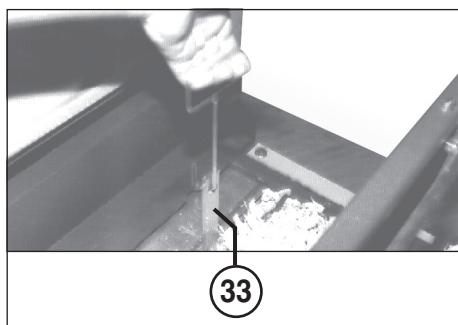

Fig. 9
A) Expulsão com atadura no saco plástico (em pequenos pedaços) (fig. 9, 10, 11, 12 e 13)
B) Expulsão com atadura sem saco plástico (em grandes pedaços) (fig. 9, 10 e 12)
ATADURA DO FARDO (fig. 9, 10, 12, 16):
3. Puxar as fitas com os elevadores de fitas (33) e com o grâncho de tracção fornecido até a aprox. 40 cm acima do punção de pressão para cima (fig. 9).